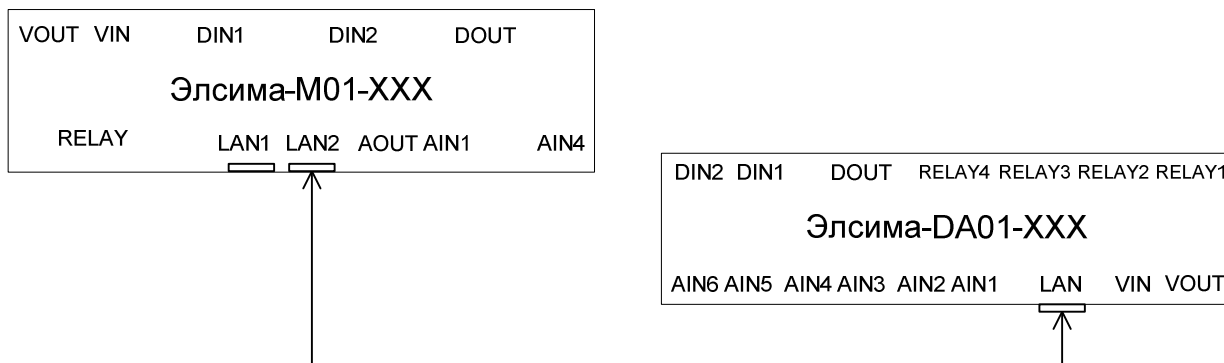

Рисунок 11 - Подключение модулей УВВ. Непосредственное подключение к контроллеру
- подключения модулей УВВ с использованием общих сетей *Ethernet* (рисунок 11).